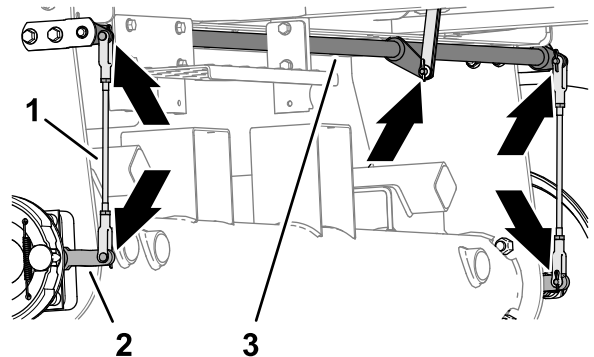

Figura 68
1. Inspeccione los conjuntos de varilla de freno derecho e izquierdo (Figura 68) en busca de daños o desgaste.
2. Inspeccione el eje de articulación del freno (Figura 68) en busca de daños o desgaste.